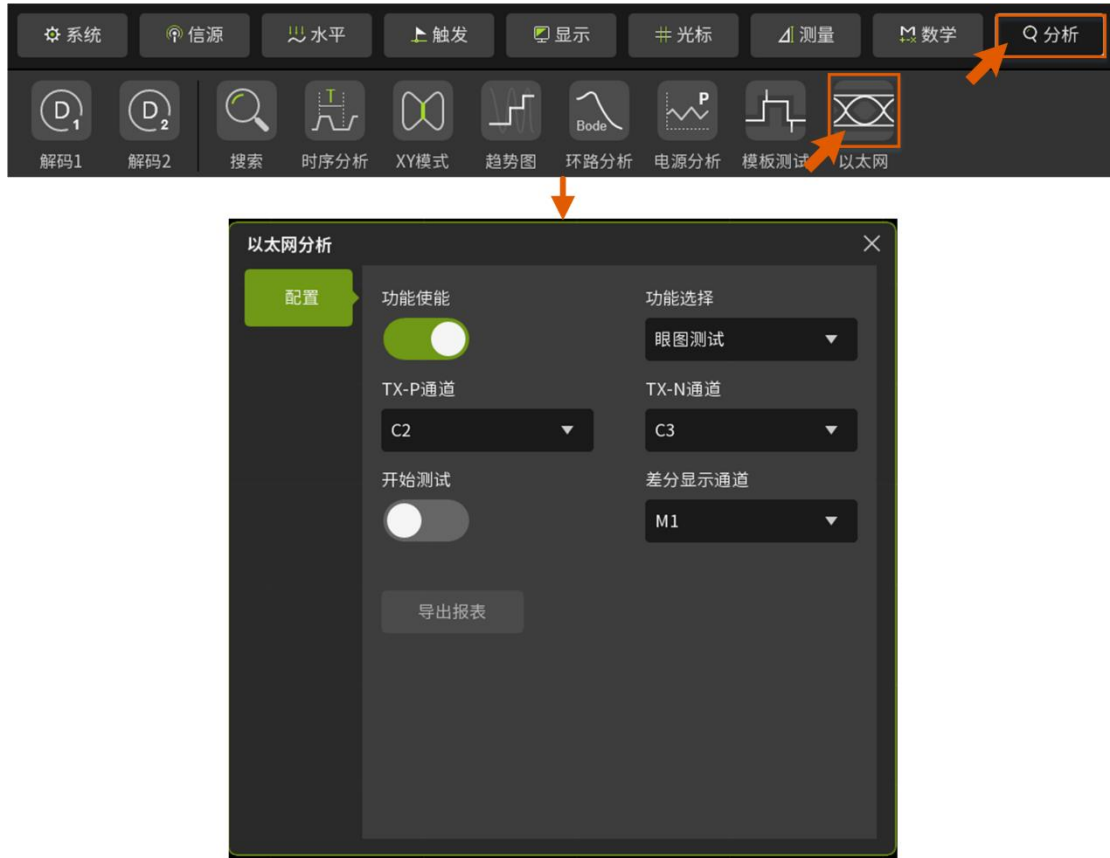

图 2.2 ZUS6000 以太网分析菜单
- 如图 2.2 所示，点击屏幕【分析】-【以太网】，进入以太网分析参数界面；